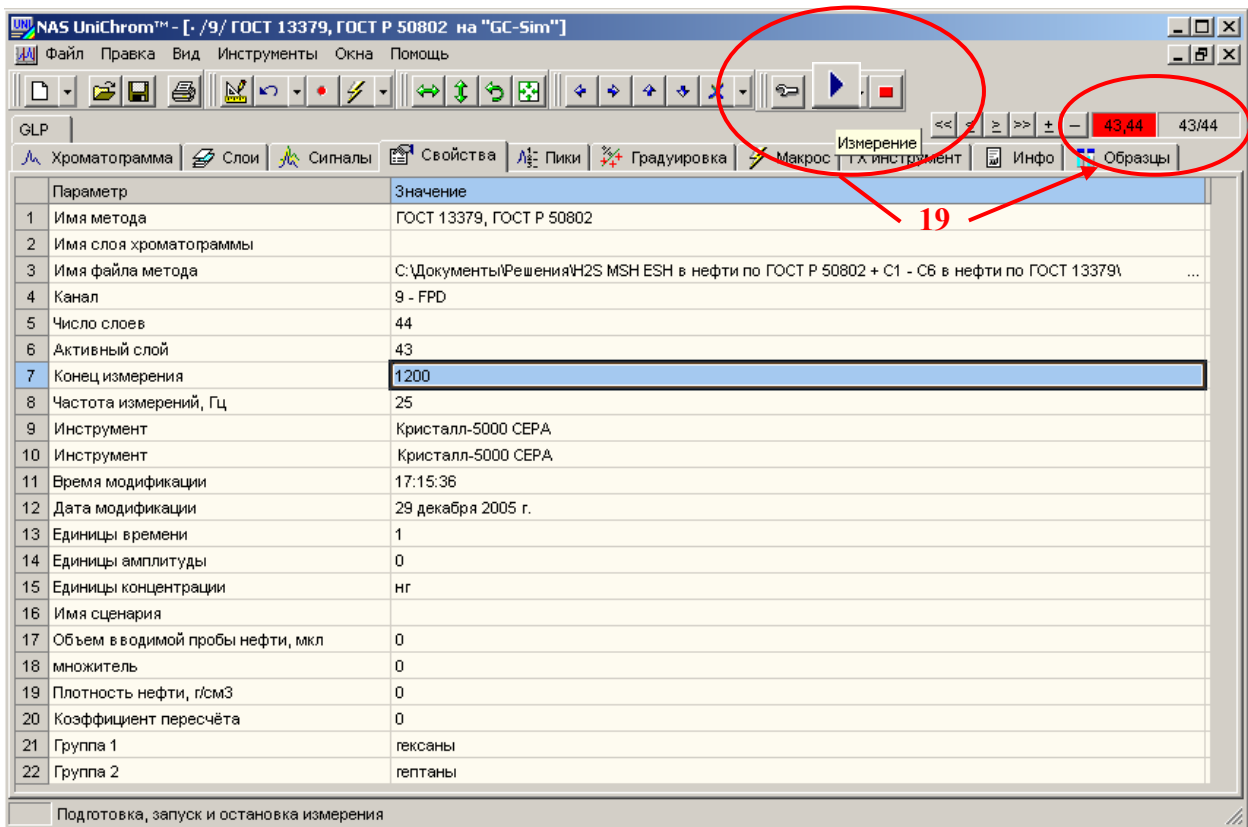

Рис. 31. Подготовка окна к измерению.
- Подведите курсор мыши к кнопке «**Измерение**» (см. Рис. 31).